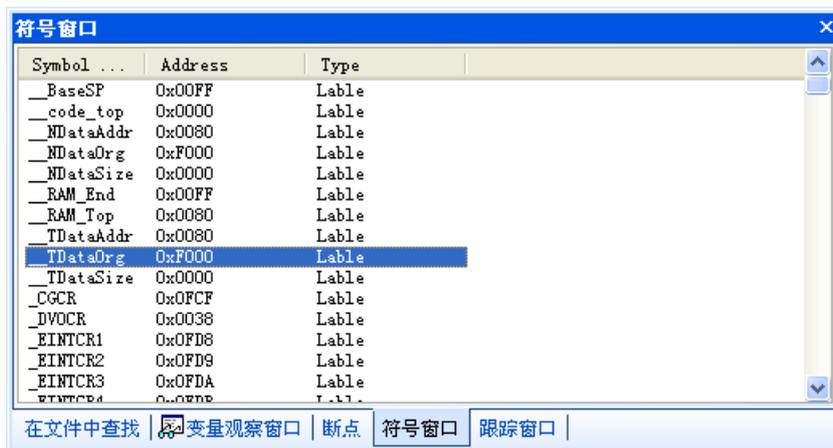

图 4.9 符号窗口
8. 符号窗口- 符号窗口保存着符号表调试信息, 符号表中的符号可以直接通过右键菜单添加到观察变量窗口中, 并且观察变量以符号表为基础, 如果您要确认某个变量名或符号名能否进行观察, 您可以打开符号窗口, 检查一下该符号是否存在于符号窗口中, 如果不存在, 那么就无法观察了, 请见图 4.9。